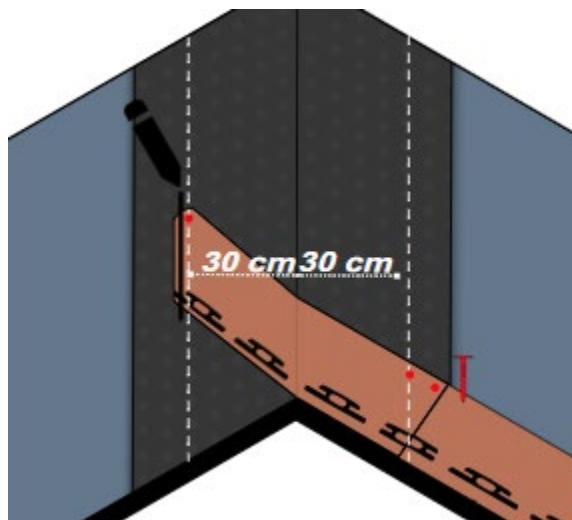

Fig. 12 - Posa tegole sul compluvio
- Per quanto riguarda i compluvi, predisporre preventivamente sulla mezzeria del compluvio una fascia di membrana bituminosa R-evolution N, per assicurare l'impermeabilizzazione dello stesso – Fig. 12. Posare la fila di partenza, facendola risalire di 30 cm oltre la linea di compluvio. Fissare la fila di partenza a chiodo, fino ed oltre 30 cm dalla linea di compluvio. Posizionare un cordolo di Bitustick per fissare la tegola oltre i 30 cm dalla linea di compluvio. Una volta posate le tegole sul compluvio, è buona norma tagliarle seguendo la parallela a 30 cm alla linea di compluvio – Fig. 12.